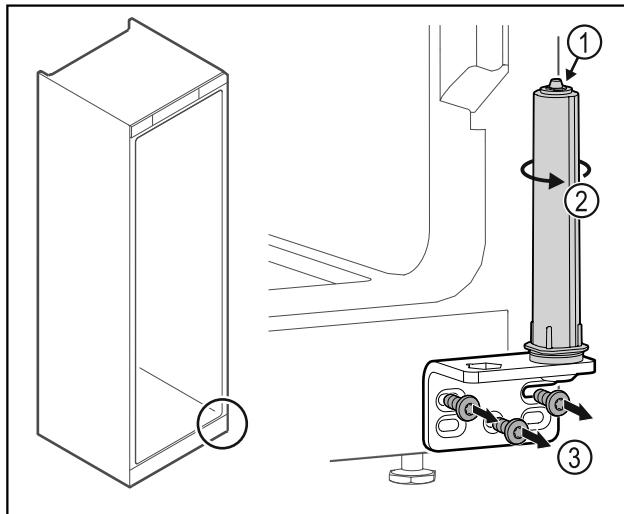

Fig. 34
- ▶ Не разглобявайте затварящата система на вратата Fig. 34 (1).
- ▶ Въртете затварящата система Fig. 34 (2), докато тя щракне.
- ▶ Развинете ъгъла на пантата Fig. 34 (3).